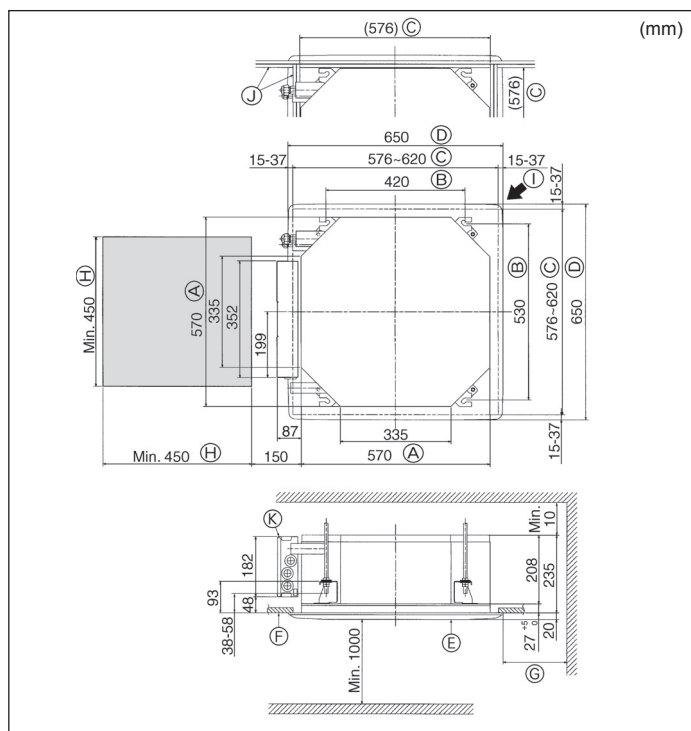

Fig. 4-2
⑤	Skruv med mellanlägg (M5 × 25) för montering av grill	4
⑥	Dräneringsmuff	1
⑦	Isolering	1
⑧	Fästskruv för Ⓣ 3,5 × 16 (Svart) (För SLZ-KA-VAL(2))	2
⑨	Fjärrkontrollens hållare (För SLZ-KA-VAL(2))	1
⑩	Batteri (AAA) (För SLZ-KA-VAL(2))	2
⑪	Trådlös fjärrkontroll (För SLZ-KA-VAL(2))	1
4.2. Taköppning och installationsplatser för upphängningsbultar (Fig. 4-2)